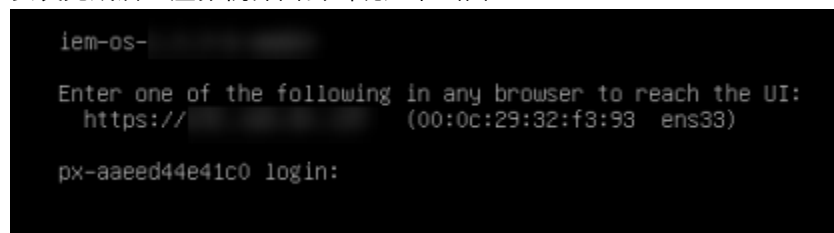

图 4.3.1 IEM 安装完成后界面
3. (IEM 系统激活 - 虚拟机) 在浏览器中输入图 4.3.1 中的隐去的网址，进入 IEM 操作画面，并按照手册，使用从 IE Hub 中下载的组态文件，完成注册激活过程。